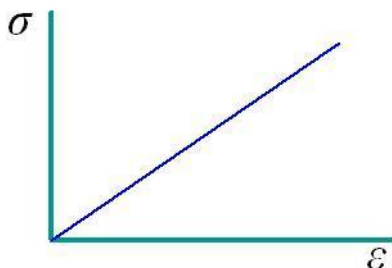

Рисунок 2 – Модель среды Гука
- *Идеально-упругая среда* (среда Гука) – характеризуется линейной зависимостью между « σ » и « ε » (см. рисунок 2), причем процесс деформирования является обратимым, диссипации энергии, т.е. превращения механической работы в тепловую энергию и ее рассеивания, при этом не происходит.